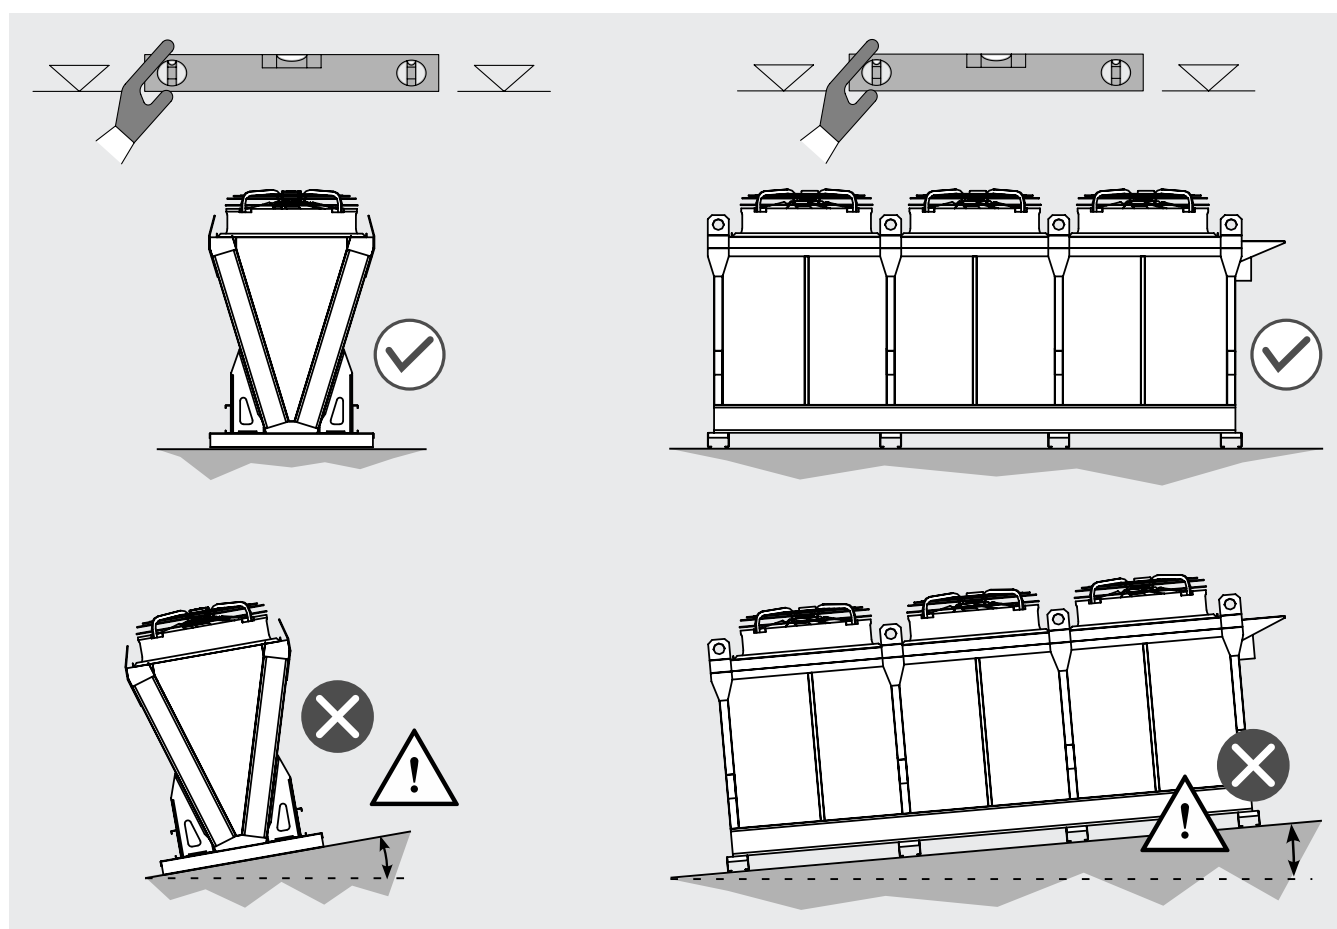

Abbildung 3
- 4.2 Vergewissern Sie sich, dass die Aufstellfläche (auf einem Podest oder einer anderen tragenden Struktur) vollkommen horizontal und flach ist, keine Unebenheiten aufweist und für das Gewicht des Modells ausgelegt ist. Die Abmessungen und Gewichte entnehmen Sie bitte dem Handbuch und der Dokumentation, die dem Modell beiliegen. Siehe Abbildung 3.